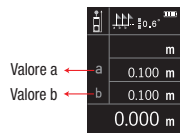

Fig. 9
1. Premere a lungo il tasto  il dispositivo mostra come fig. 9